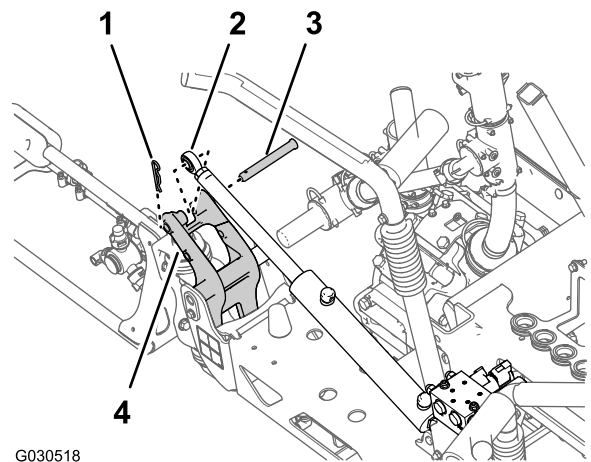

図 40
2. 昇降シリンダをピボットブラケットに固定しているヘアピンとクレビスピンを取り外す 図 40。